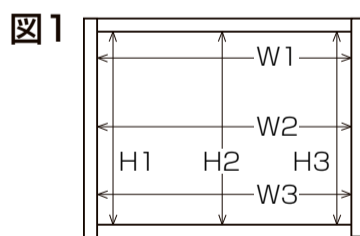

図2
- ②取付ける開口部のそれぞれのたわみが、図2に示す量以内であることを確認してください。(図2)